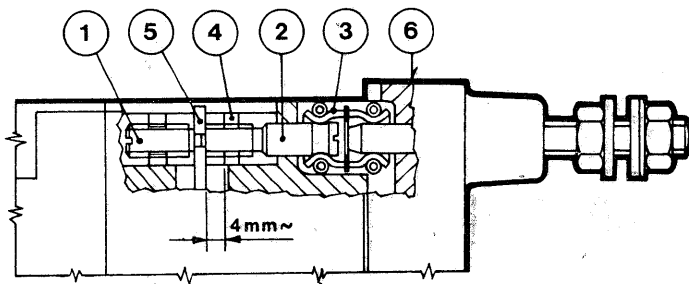

Fig. 16
8.1. Applicazione dei contatti a tulipano (fig. 16)
- Svitare quasi completamente le viti (1)
- Avvitare dalla parte posteriore dell'interruttore i gambi (2) completi di tulipani (3) nei morsetti (4) facendoli sporgere nell'interno di circa 4 mm
- Avvitare a fondo le viti (1) fino ad ottenere un perfetto bloccaggio dei gambi (2) sulle connessioni (5)
- Inserire l'interruttore nella base fissa (6)